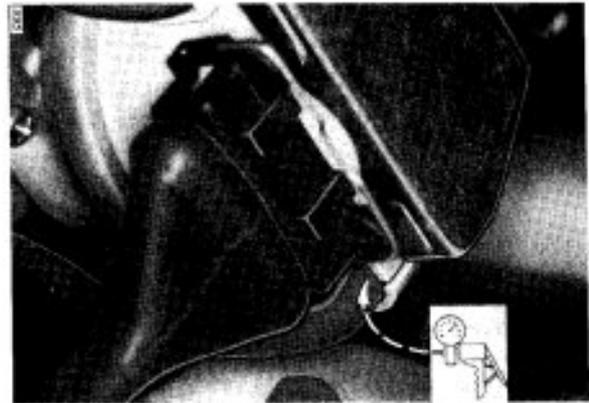

Bild 21
5.7 Regelbereich des Drosselklappenanstellers (Bild 21 und 22)
- Mit Handunterdruckpumpe am evakuierenden Ventil, siehe Bild 21, während des Einstellvorgangs ständig Druckdifferenz (min. 250 mbar) erzeugen. (Der Stößel des Drosselklappenanstellers fährt dadurch in eine lagegeregelte Position.)